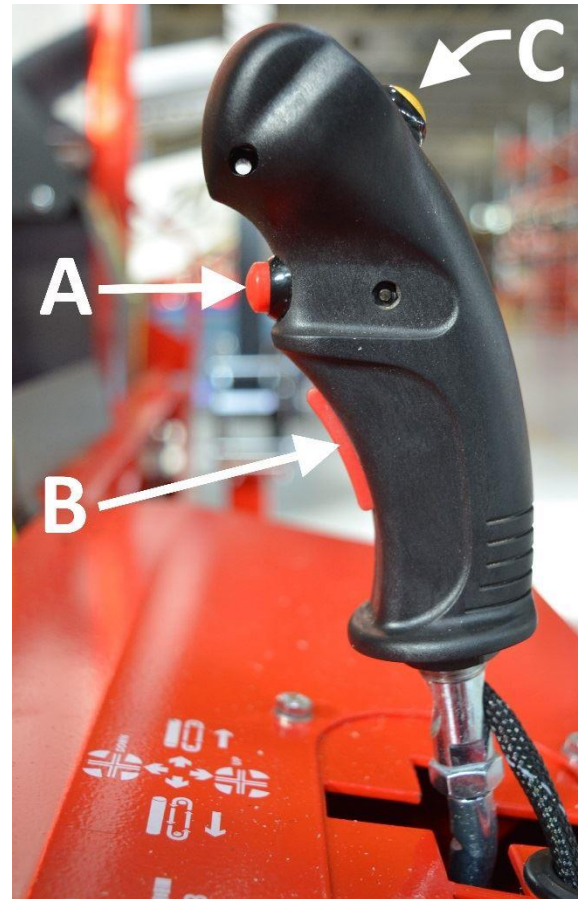

Bild 11. Spak
Kontrollernas funktion i bild 11
8. Starta klyvrörelsen genom att trycka på spakknappen A (bild 11). Klyvrörelsen måste vara normal.
- a. Utför några sågcykler utan trä genom att trycka på spakknappen B (bild 11).
11. Starta och stanna klyvrörelsen genom att trycka på backknappen (bild 11).
4. Kapa stocken genom att trycka på spakknappen B (bild 11). Detta aktiverar HakkiCut™-funktionen: Sågkedjan börjar rotera, sågkedjans oljepump utför en pumpcykel och sågsvärdet flyttas ner till optimal effekt.
5. Låt sågsvärdet återgå till det övre läget genom att släppa knappen B (bild 11). Detta stoppar även sågkedjan.
När man sågar stockar ska det nästsista stycket sågas så att det återstående stycket blir tillräckligt långt. Detta säkerställer att stocken hålls fast under grepparmen och att sågningen blir stabil och säker. Kör sista stocken direkt i klyvsektionen och starta klyvningen med spakknappen A (bild 11).
Maskinens klyvdel utför en klyvcykel varje gång knappen A på styrspaken E (bild 11) trycks in. Klyvfunktionen är inte tillgänglig när maskinhöljet är öppet. Klyvcykeln kan stoppas och backas genom att öppna och stänga maskinhöljet.